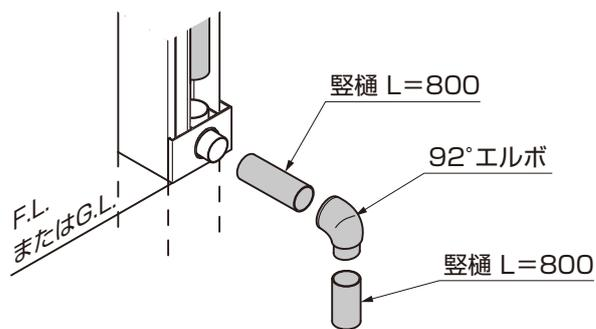

図9-19
- 雨樋下部品に柱セットに同梱のL=800の縦樋とエルボ使用して床下に排水するなどが可能です。(図9-19参照)
(2) テラストイプ、妻梁なしの場合